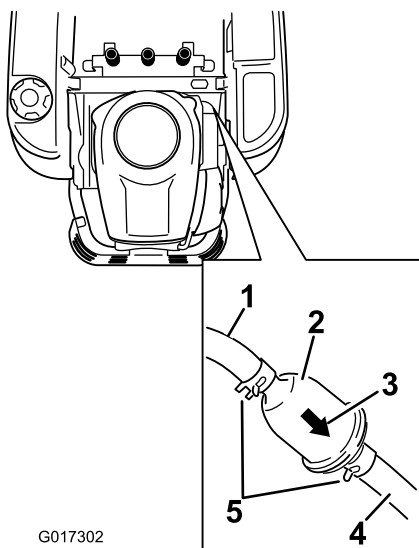

Figura 38
3. Localize o filtro do combustível na parte lateral do motor como se mostra em Figura 38.
- Aperte as pontas dos grampos da tubagem e afaste-as do filtro (Figura 38).
- Instale um novo filtro com a seta do sentido do fluxo a vir do depósito de combustível e a apontar para o motor. Mova as abraçadeiras para junto do filtro (Figura 38) para o fixar no lugar.